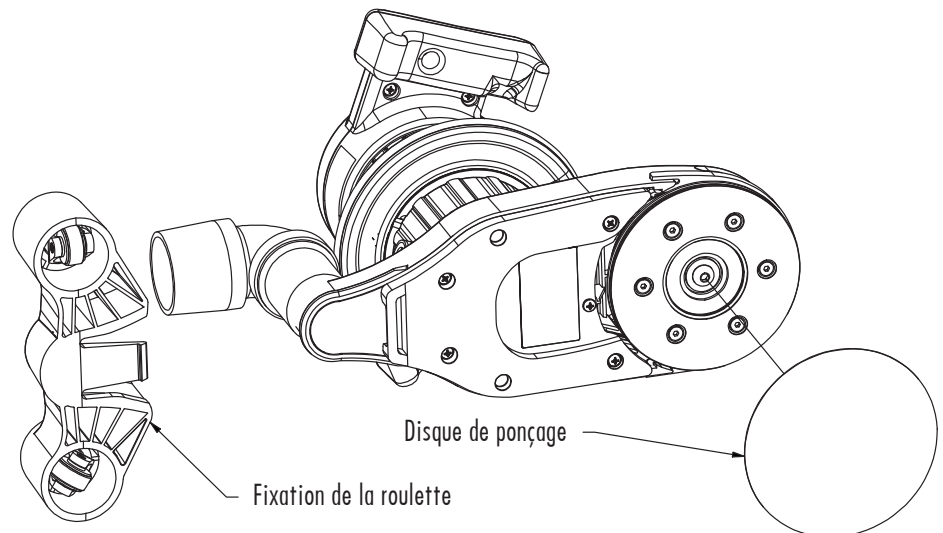

Figure 4
2. La machine n'accepte que les disques abrasifs à crochets et à boucles. Lors de l'installation du disque abrasif, veillez à centrer le disque sur le module d'entraînement (figure 4).
Pour le ponçage des escaliers - Retirez l'accessoire de roulettes de bordure en effectuant un seul coup rapide vers l'arrière sur l'accessoire de roulettes (Figure 4).